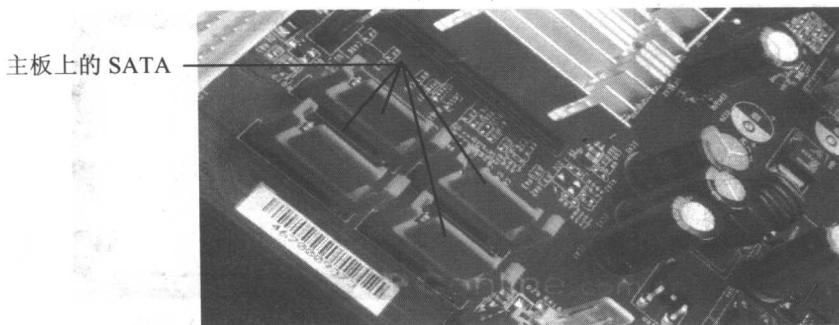

图 1-9 主板上的 SATA
① Ultra ATA/33、Ultra ATA/66、Ultra ATA/100 和 Ultra ATA/133 后面的数字代表这种接口的最大传输速度。如 Ultra ATA/66 这种接口的最大传输速度是 66Mbit/s，也就是说，Ultra ATA/66 这种接口一秒钟最多可以传输 66 兆个二进制数。另外，各种 IDE 标准都能很好的向下兼容，例如 Ultra ATA/133 兼容 Ultra ATA/66、Ultra ATA/100 和 Ultra ATA/33，而 Ultra ATA/100 兼容 Ultra ATA/33 和 Ultra ATA/66。
② 一个主板提供两个 IDE 接口，它们分别称做 IDE1 接口和 IDE2 接口。一个 IDE 接口可以连接两块 IDE 硬盘，因此一个主板上可以连接 4 块 IDE 硬盘，硬盘与主板上的 IDE 接口是通过数据线连接的。
(2) SATA 接口：SATA 是 Serial ATA 的缩写，也称为串行接口。SATA 的最大数据传输率为 150Mbit/s，而 SATA2 的最大数据传输率为 300Mbit/s。SATA 接口非常小巧，排线也很细，有利于机箱内部空气的流动，从而加强散热效果，也使机箱内部不显得太凌乱。与并行 ATA 相比，SATA 还有一大优点就是支持热插拔，如图 1-9 所示。